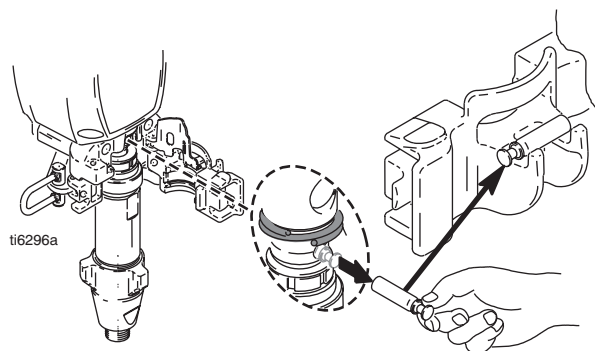

FIG. 23
2. FIG. 23. Stanna pumpen med kolvstången i nedersta läget.
- 10. FIG. 23. Dra ur pumpstiftet och sätt det i stifthållaren.